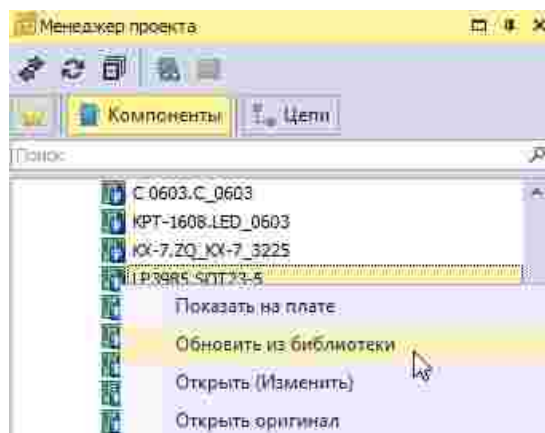

Рис. 114 Приведение посадочного места в соответствие с библиотекой ЭРИ
2. Вызвать контекстное меню и воспользоваться пунктом «Обновить из библиотеки», см. Рис. 114.